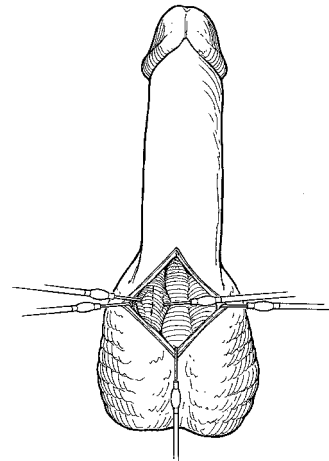

Fig. 4-3. Penoscrotal metod: dra tillbaka corpus spongiosum
3. Vid den penoscrotala metoden ska corpus spongiosum dras tillbaka lateralt för att undvika skador på urinröret (se fig. 4-3).